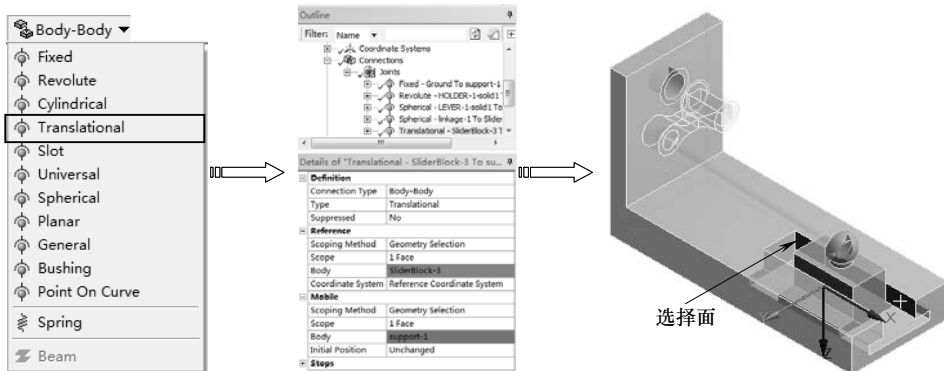

图 10-26 选择活动体
9) 单击详细设置窗口中的【Mobile】列表中的【Body】项，选择如图 10-26 所示的表面，单击【Apply】按钮完成，如图 10-26 所示。